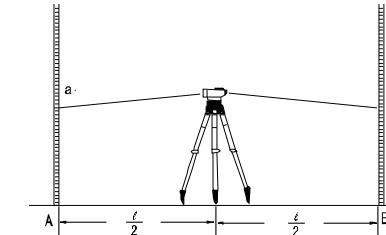

Fig.12
(1) Placez l'instrument entre A et B. La distance entre le personnel A et B est de 30 à 40 M. Les lectures sont a_1 et b_1 (Figure 12).